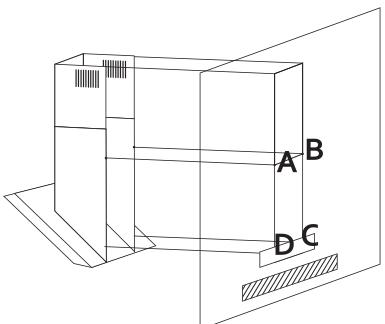

Рис. 9
2. Приложите монтажный шаблон (если он есть в комплекте) к стене на нужной высоте с учетом минимального расстояния от варочной поверхности и выровняйте его по уровню. Наметьте точки (**A, B, C, D**) на стене и просверлите в них отверстия диаметром 8 мм. Наметьте и просверлите отверстия диаметром 6 мм для монтажа планки крепления декоративного короба (**F, E**) (рис. 9). При этом необходимо учитывать, что планка относительно потолка должна быть установлена таким образом, чтобы верхний край крепящегося к ней внутреннего декоративного короба вплотную подходил к потолку.
тяжку при помощи шурупов через отверстия (C, D) изнутри вытяжки (рис. 9).